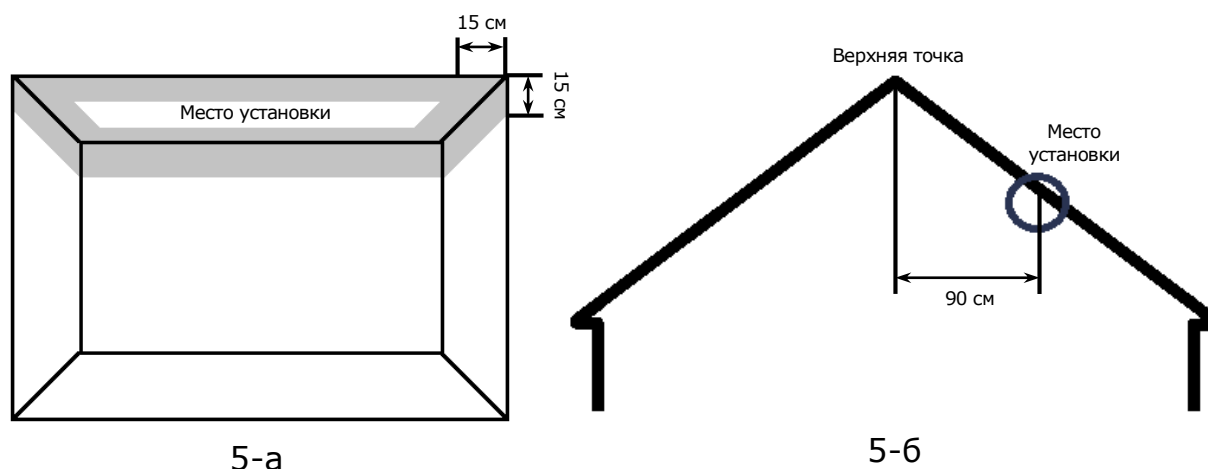

Рисунок 5 — Установка датчика дыма на плоский/скошенный потолок
4. Соблюдать рекомендации по месту установки на потолок (см. рис. 5).
ПРИМЕЧАНИЕ. При монтаже датчика дыма на потолок следует размещать его на расстоянии не менее 30 см от ламп и предметов декора, а также на расстоянии не менее 15 см от стен и углов (см. рис. 4 и рис. 5).
(рис. 5-а)
(рис. 5-б)